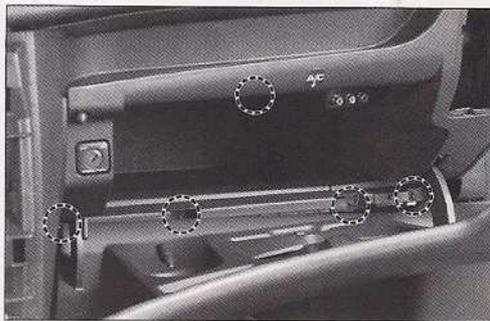

FIG. 6
- Desmontar los 5 tornillos (huella Torx de 20) que sujetan la guantera (4 situadas en orla, 1 situada en el gancho de cierre) (Fig.6).